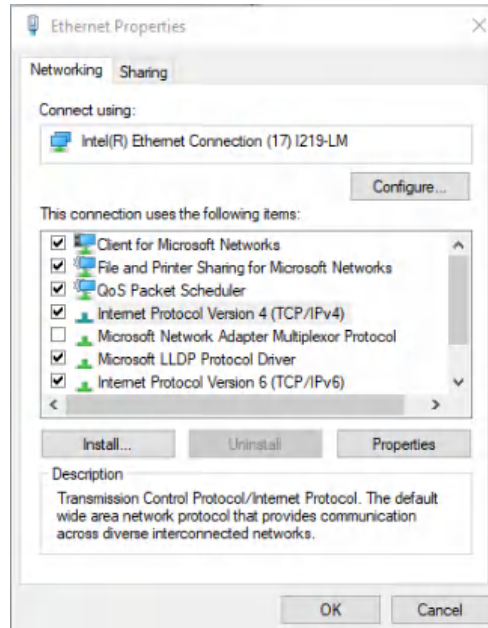

图 A-5. 打开 IPv4 属性
- 之后，将打开一个如图 A-5 中所示的窗口。双击“Internet Protocol Version 4 (TCP/IPv4)”选项以打开其“Properties”选项卡。